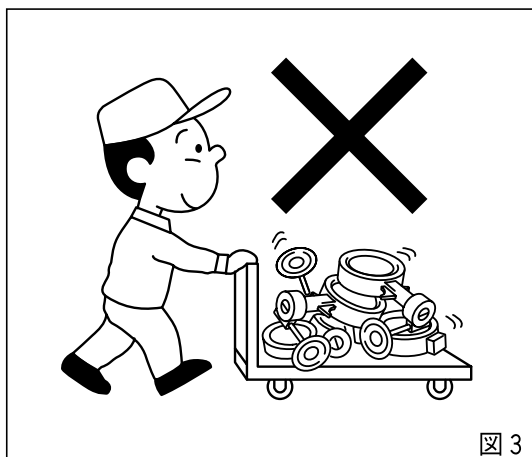

図 3
- 積載時の注意：積載はできるだけ梱包状態で、輸送中に荷崩れを起こさないように積載ください。また、開梱された状態で輸送する場合は、製品に無理な力がかからないよう積載の上、必ずシートをかけ、ホコリなどを防いでください。（図3）